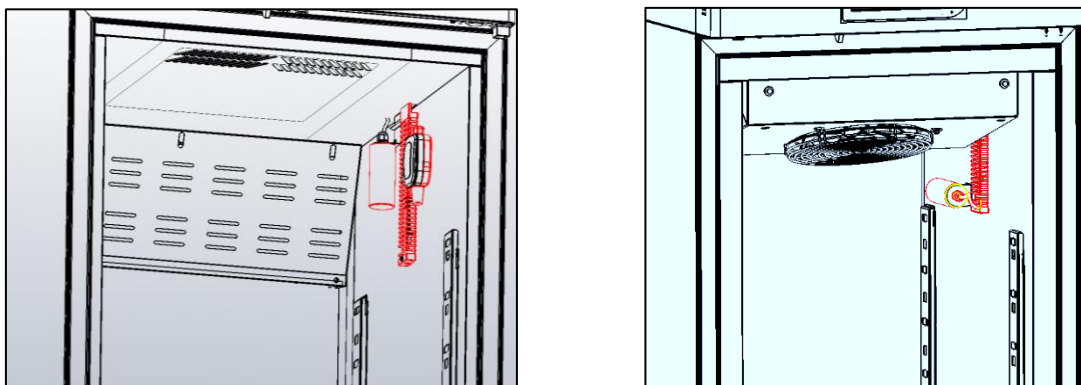

Figura 14– posizione sonde
- ✓ Non posizionare materiale a contatto o in prossimità delle sonde di temperatura (figura 14).